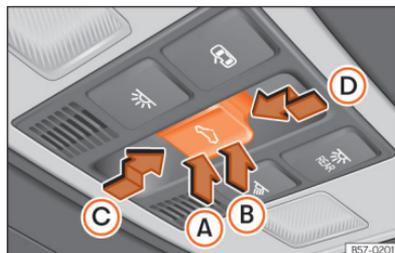

Fig. 81 No revestimento interior do teto: botão do teto de vidro.
O botão ⇄ »» Fig. 81 tem dois níveis. No primeiro nível pode colocar-se o teto na posição defletora, abrir ou fechar total ou parcialmente.
- Antes que decorram aproximadamente 5 segundos desde a ativação da função antientalamento, pressione o botão Fig. 81 até ao segundo nível no sentido da seta até que o teto se feche completamente.